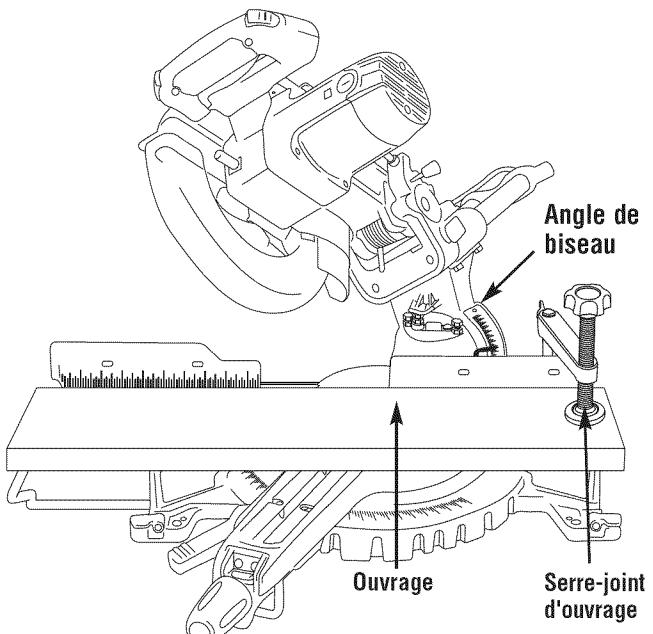

Figure 30. Coupe composée
- Faites sortir le guide à glissière et les appuis pour l'ouvrage lorsque vous effectuez des coupes d'onglet composées vers la gauche. (voir Rallonge de base/guide à glissière à la page 94-95). Sélectionnez les angles désirés d'onglet et de biseau (Figure 30). (Voir Coupe à l'onglet et Coupe en biseau à la page 97.)